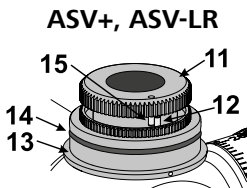

Рис. 5
5. Lyft ut Förelaren (11) ur spärren och placera den på ett sådant sätt att förelarens (11) stoppstift (15) vilar mot läsringens (13) stoppstift (12), som visas i Fig. 5.